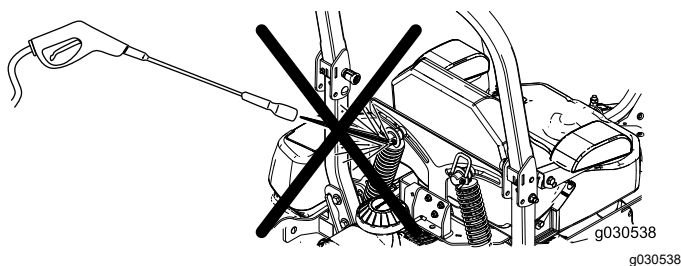

Figura 86
**Nota:** Non pulite i gruppi ammortizzatore con acqua sotto pressione (Figura 86).